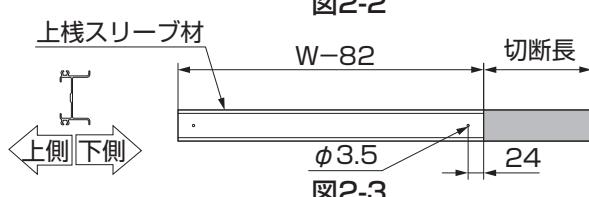

図2-3
⑤上桿スリーブ材を切断した側から24mmのところに、φ3.5の下穴を開けてください。(図2-3参照)
⑥加工後、再度組立ててください。